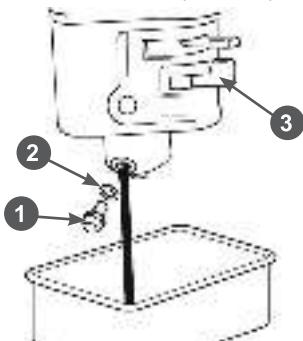

Рис. 31 Обслуживание фильтра-отстойника
1. Установите рычаг топливного крана 3 (Рис. 31) в положение «ЗАКРЫТО».
3. Открутите болт 1 сливного отверстия и слейте топливо из поплавковой камеры карбюратора (Рис. 31).
- Слейте топливо из топливного бака и карбюратора (Рис. 31).